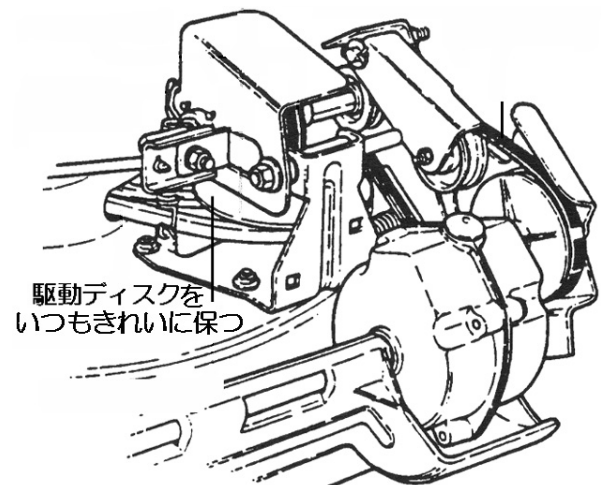

図5-3
2. フィルプラグを外した穴から中を覗いて、ギアの上までグリスがなければスナッパー'00'グリスを補充します。駆動ディスクの上にグリスをこぼさないでください。オイルがこぼれたら(17ページ)に従って駆動ディスクを清掃してください。(図5-3)